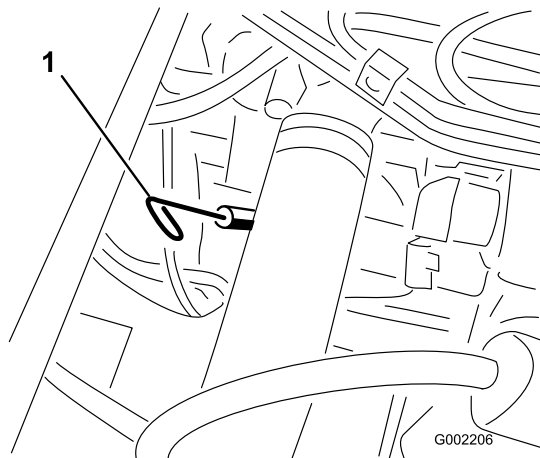

Figure 40
2. Retirez la jauge, située sous le siège du passager, et essuyez-la sur un chiffon propre (Figure 40).
13. Retirez le bouchon de remplissage et versez lentement environ 80% de la quantité d'huile spécifiée dans le moteur par l'orifice de remplissage (Figure 40).